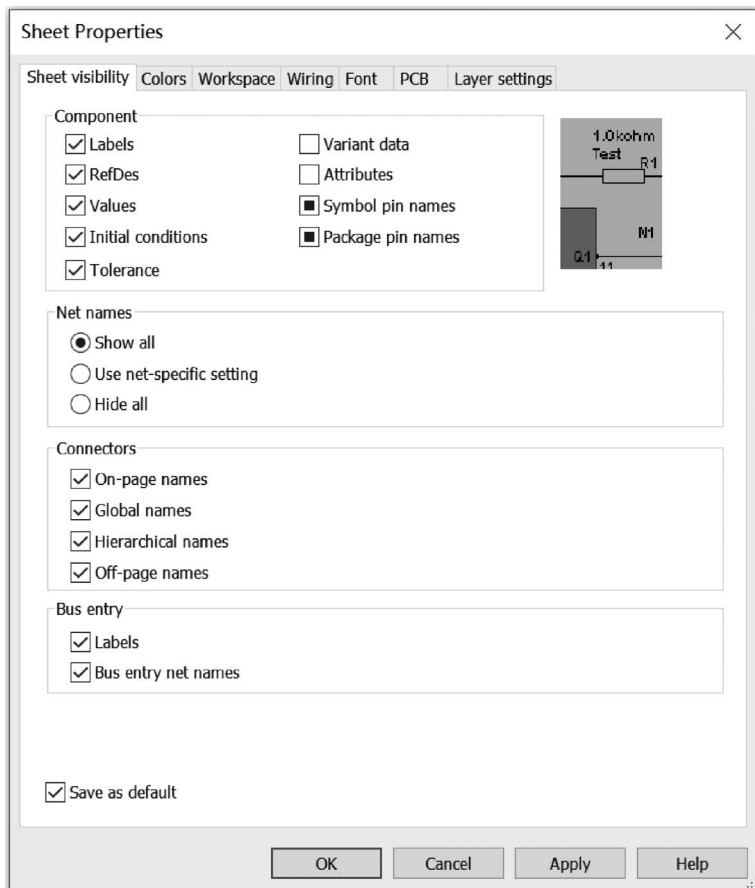

图 5.2.1 Sheet Properties 对话框中的 Sheet visibility 选项卡
(1) 在电路工作窗口创建需进行分析的电路。
(2) 单击菜单栏中 Edit 菜单下 Properties 命令,在 Sheet visibility 选项卡下,如图 5.2.1 所示选定 Net names 中的 Show all,把电路中的节点标志显示到电路图上。